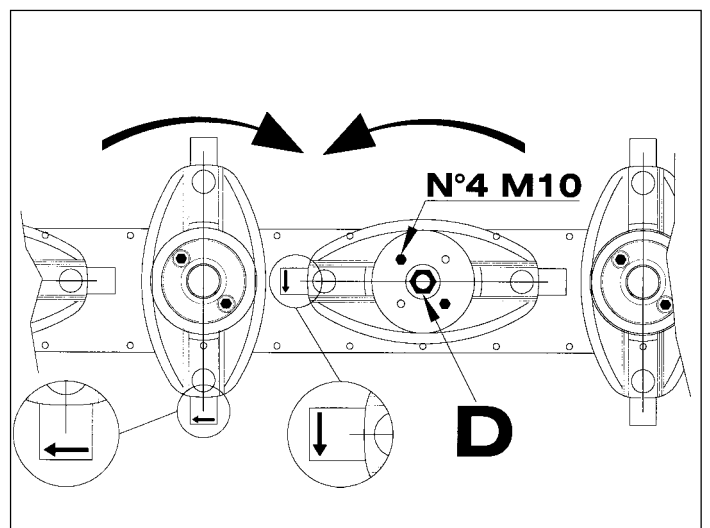

Fig. 17
I dischi ovali sono montati su di un supporto fissati da n°4 viti M10 il cui serraggio deve essere controllato periodicamente; devono essere disposti in modo che l'asse maggiore di ognuno sia perpendicolare a quello del disco adiacente (fig. 17).
- * I dischi presentano eccessivo gioco —> controllare il corretto fissaggio degli stessi verificando il serraggio del dado autobloccante **D** fig.17 (coppia 18 Kg_m = 180Nm) posto sotto ai copridischi.